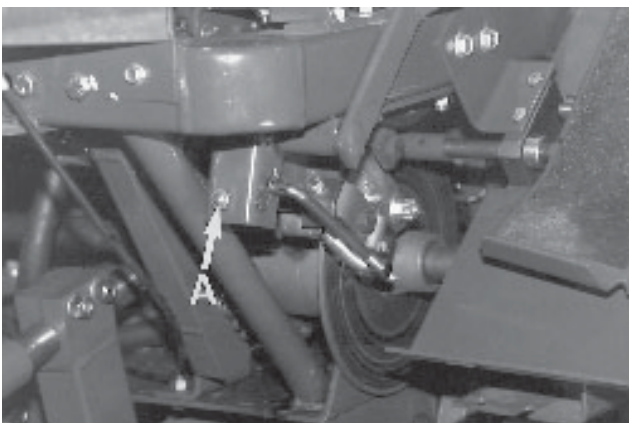

Fig9
1. Check that surfaces at (A) are parallel. Use slot (D) on center stop bracket to line up at (A).
2. Check that brake housing has float (to provide clearance between brake pads and disc) when brake is disengaged. Bolts at (B & C) should move freely in and out 1/32-1/16" (8-1.6 mm). Adjust castle nut (E) for proper float.
3. Remove hairpin cotter from adjustment rod (G). Turn rod in or out as required for proper brake setting. 7-10 lbs. (15.4-22 kg) force will be required to pull brake lever back to over-center stop.
4. (See Figure 9). Adjust over-center stop bolt (A) so that the end of the brake lever does not bottom out in switch. Leave 1/16" (1.6 mm) clearance between lever and switch body, when engaged.
4. (Zie Afbeelding 9). Over-center aanslagbout (A) afstellen zodat het uiteinde van de remhefboom niet met de onderkant tegen de schakelaar komt. Laat 1,6 mm speling tussen hefboom en schakelaarhuis, als de rem is aangetrokken.
3. Retirez la goupille fendue de la tige de réglage (G). Faites tourner la tige vers l'intérieur ou vers l'extérieur, selon le réglage nécessaire pour obtenir un freinage correct. Une pression de 15,4 à 22 kg devra être exercée pour remettre le levier de freinage sur la butée de passage brusque.
4. (voir Figure 9). Réglez le boulon de butée de passage brusque (A) de manière à ce que l'extrémité du levier de freinage ne parvienne pas en bout de contacteur. Laissez 1,6 mm de jeu entre le levier et le boîtier de contacteur, levier serré.